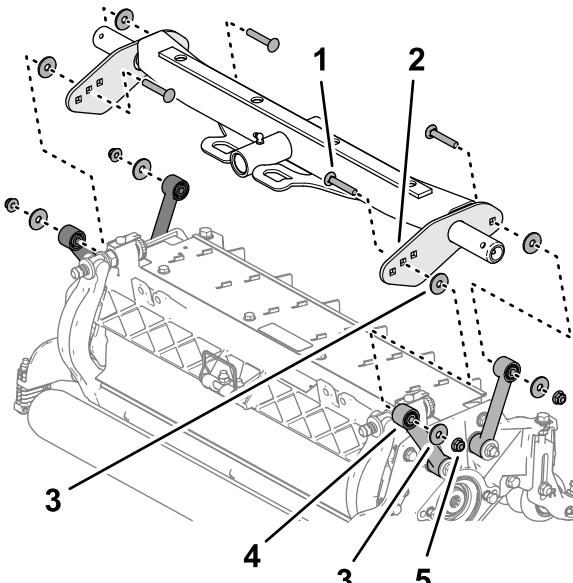

Figura 18
2. Allineate una rondella tra la piastra portante e il giunto (Figura 18) e assemblate senza serrare le piastre e il distanziale con un bullone a testa tonda (3/8" x 2 1/4"), una rondella e un dado di bloccaggio flangiato (3/8").